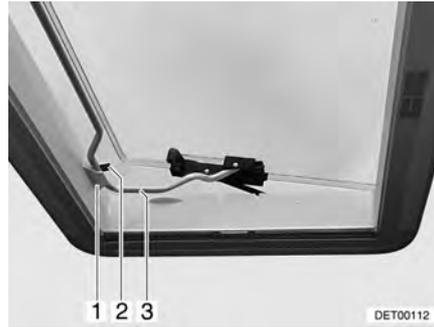

Fig. 65 Lanterneau Heki en position de ventilation 2
- Insérer l'étrier (Fig. 65,3) dans le support (Fig. 65,1).
- Placer le levier (Fig. 65,2) sur l'étrier.